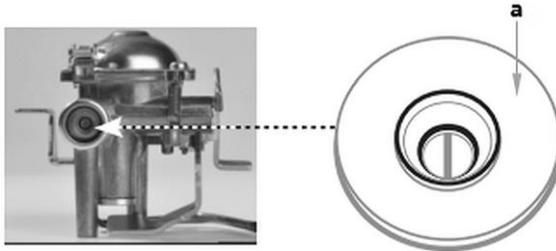

Fig. 2
- Avant de connecter la cartouche à gaz, contrôler le joint (a, fig. 2). S'assurer qu'elle se trouve bien à son emplacement et qu'elle en bon état.